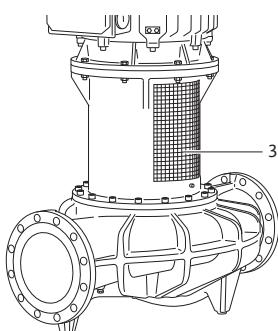

Fig. 48: Montirani lim za zaštitu spojnice
- Pumpa sme da radi samo sa montiranim limovima za zaštitu spojnice (Fig. 48, poz. 3).